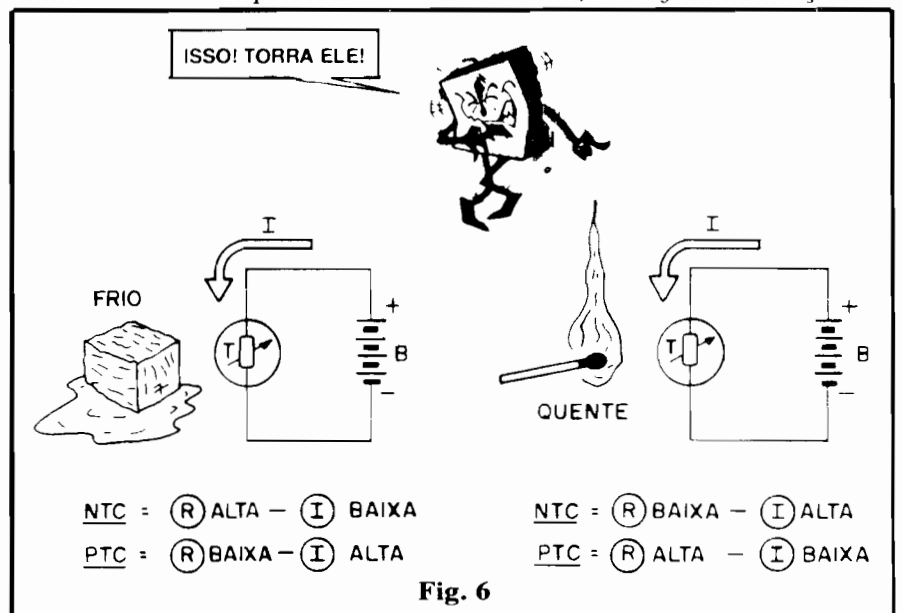

Fig. 6
- **FIG. 6** - Analisando o comportamento dos **TERMÍSTORES**, de forma "dinâmica" (feito fizemos com o LDR...), observem os dois exemplos "radicais" mostrados na figura. Um do tipo NTC, se colocado sob Temperatura **bem baixa**, mostrará valor ôhmico **elevado**: se submetido a **altas** temperaturas, mostrará uma Resistência **bem menor**. Com um do tipo PTC, as coisas ocorrem no sentido inverso, ou seja: sua Resistência mostra-se **baixa** sob **baixas** Temperaturas, e **alta** sob **altas** Temperaturas. Notem, ainda os efeitos que tais "posicionamentos" altos, ou baixos, em termos de valor ôhmico, determinam sobre as Correntes que atravessam os componentes, "empurradas" pela Tensão de uma fonte de energia qualquer (Pilhas, Bateria, etc.). Assim como ocorre com os LDRs, também os **TERMÍSTORES não são polarizados**, ou seja: sua "reação ôh-